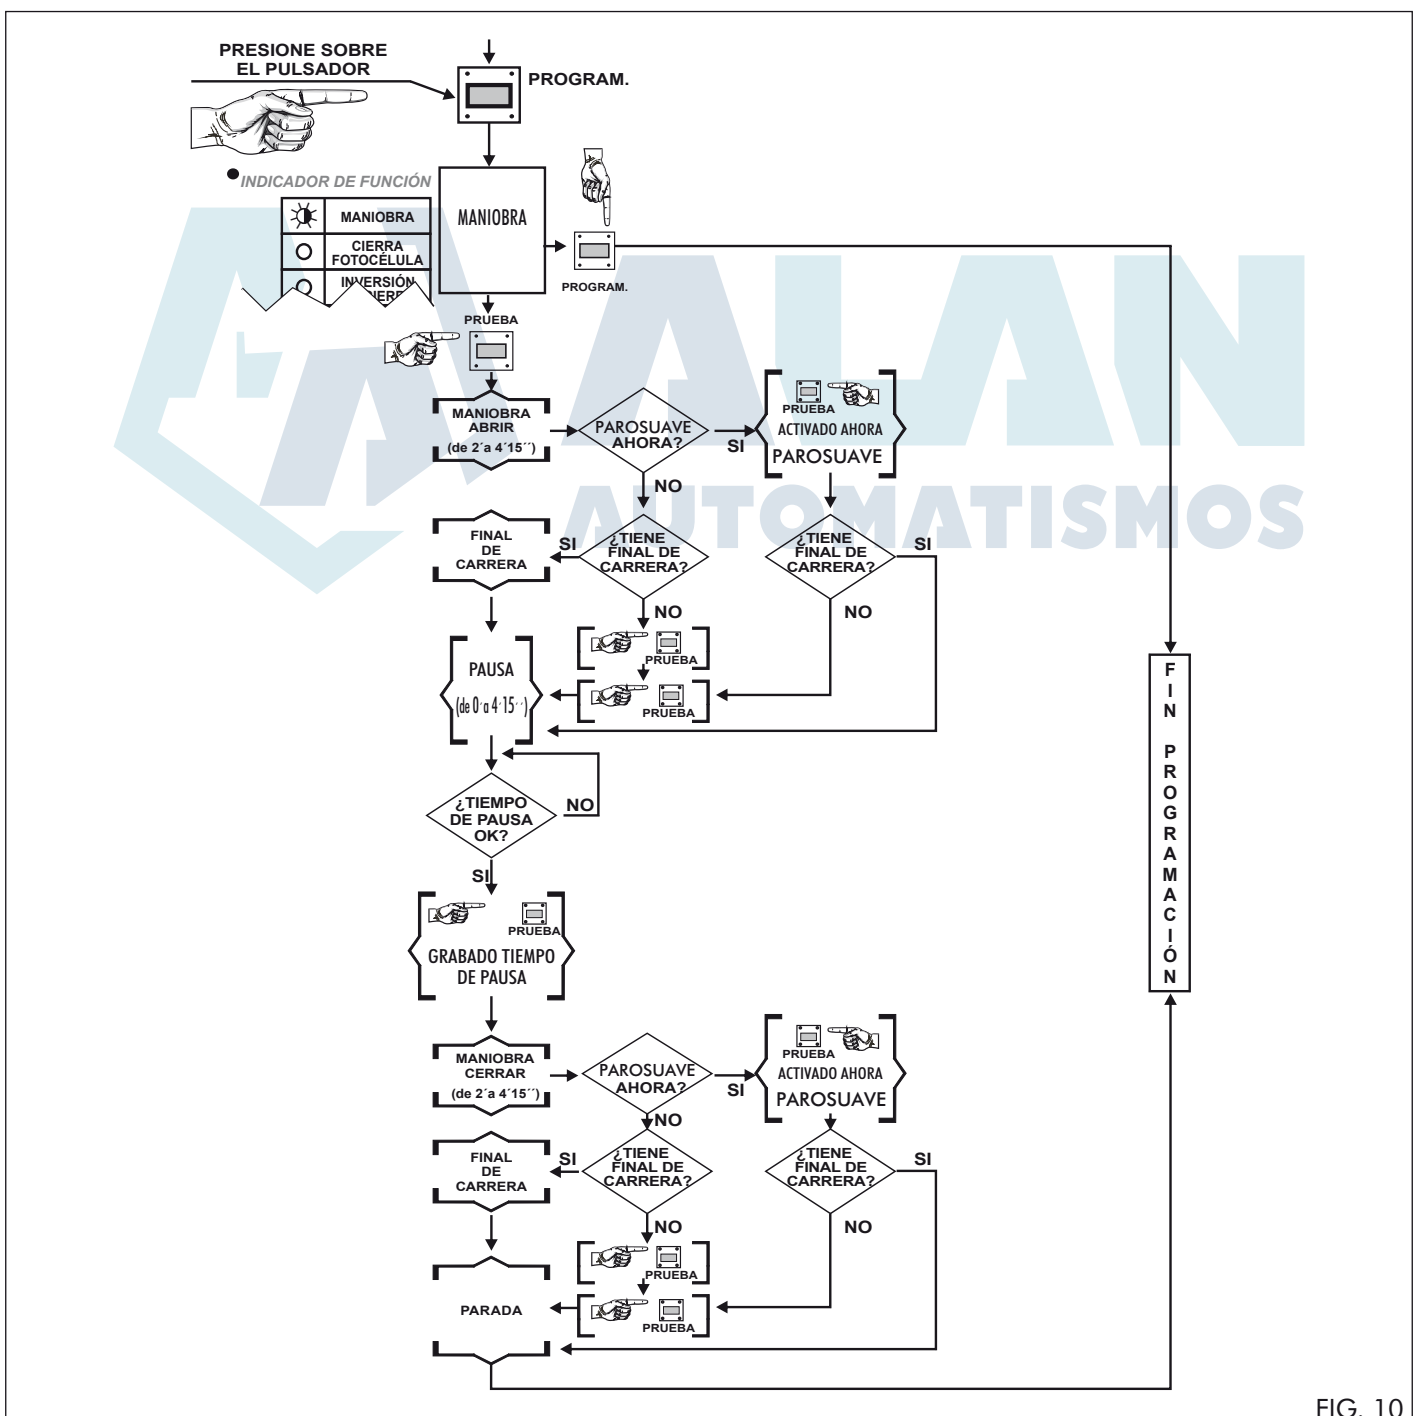

FIG. 10
3.6.1. Presione sobre la tecla «PROGRAM» hasta que el indicador de la función **MANIOBRA** se encienda intermitentemente (ver fig.10).